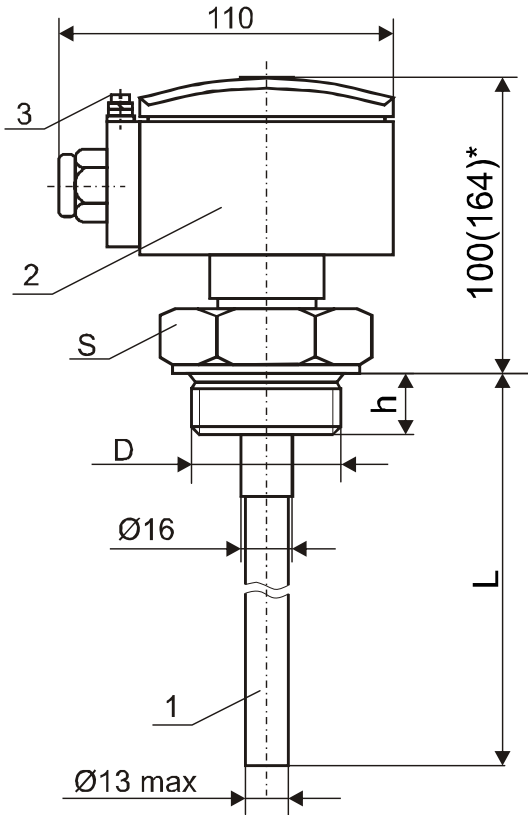

Рисунок 1
1.3.1 Датчик (рисунок 1) состоит из чувствительного элемента 1 различных конструктивных исполнений (таблица 2), корпуса 2 с крышкой и электронного модуля, расположенного внутри корпуса. Для датчиков предусмотрен зажим заземления 3 типа ЗВ-С-4х12-1 по ГОСТ 21130-75.